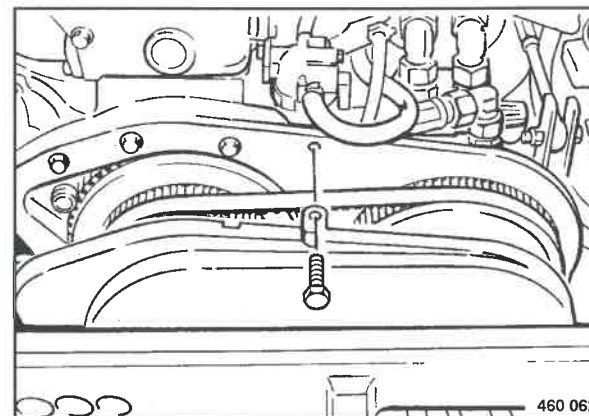

Fig. 110
- Smontare la cappa di protezione (Fig. 110).